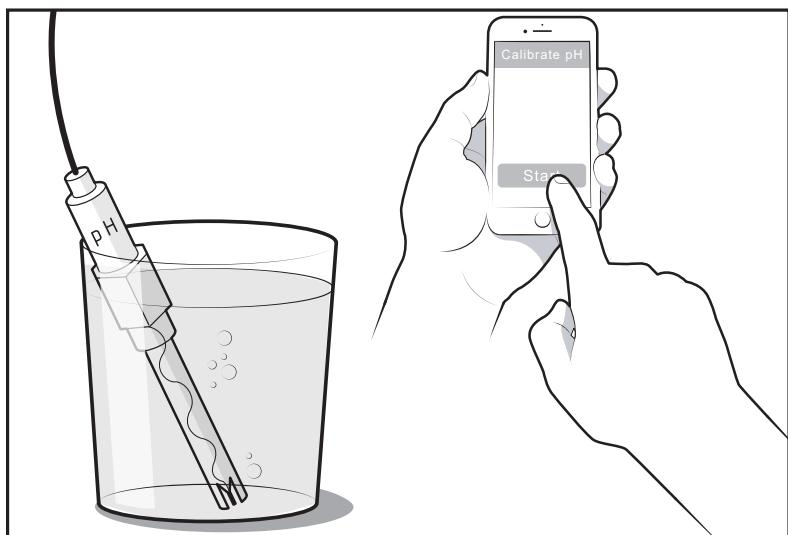

Figura 10. Sumerja el sensor en la muestra de agua
9. Sumerja el sensor en el recipiente con la muestra de agua medida. Inicie la calibración usando la aplicación iAquaLink o en el controlador OneTouch (solo AquaLink® RS) vaya a: MENÚ / AYUDA > CONFIGURACIÓN DEL SISTEMA > TRUSENSE, consulte la Figura 10.